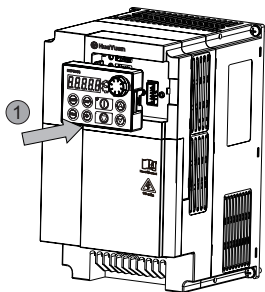

图 2-6 键盘的安装
- B. 安装键盘，如下图 2-6：将键盘平齐放入键盘槽，朝方向 1 按压键盘至听到“咔嚓”声响齐平于机器前表面即可。